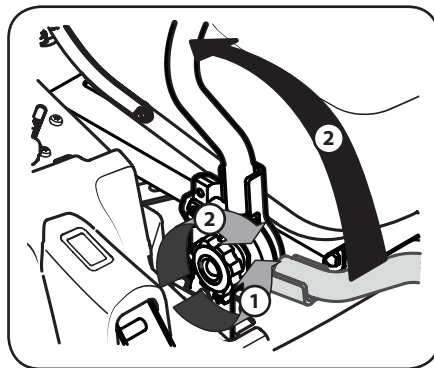

Figure 2-2
1. Desserrez le bouton de réglage situé sur le côté de chaque barre de conduite. Voir Figure 2-2.
2. Soulevez et faites pivoter la barre de conduite vers le haut à la position désirée, puis resserrez le bouton de réglage pour fixer la barre de conduite en place. Voir Figure 2-2.